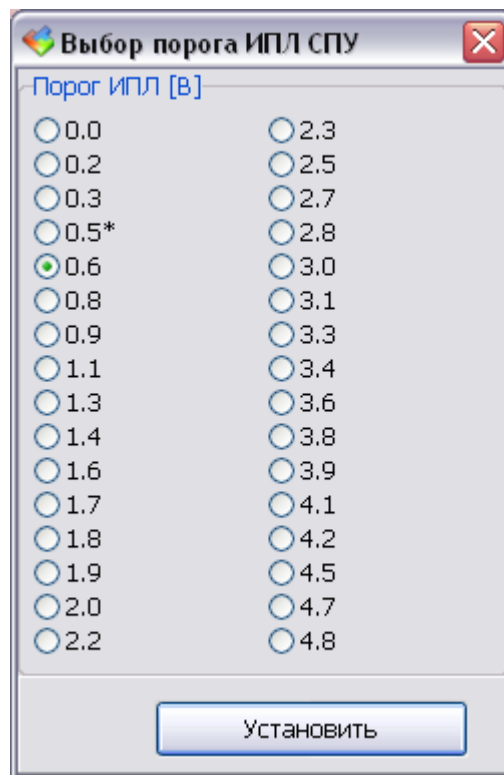

Рисунок 23 – Окно «Выбор порога ИПЛ СПУ»
14.4.3 В контекстном меню выбрать пункт «Установить порог». В открывшемся окне (рисунок 23) выбрать требуемое значение порога приема сигнала КПУ в ИПЛ.